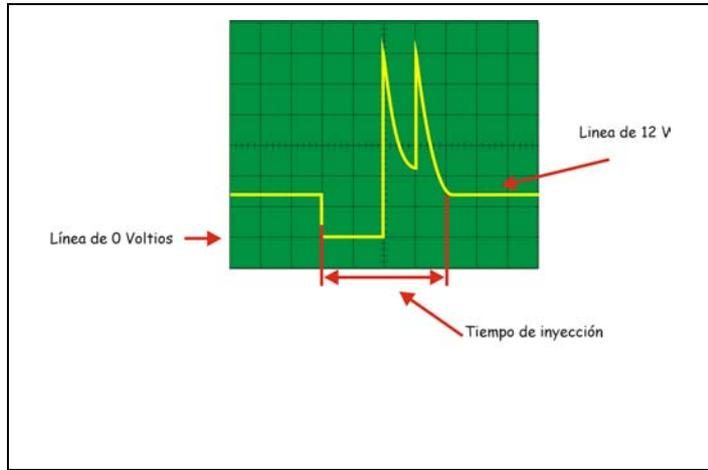

Fig 7: Doble impulso
- **Doble impulso (retención por doble impulso):** (Fig. 7)